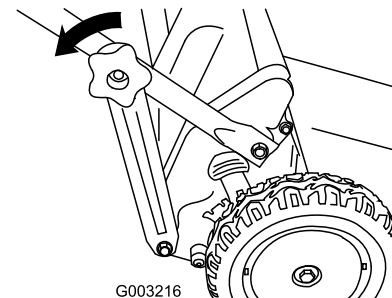

Bild 15
1. Nehmen Sie die Handräder des unteren Griffs ab, mit denen die unteren Griffenden an den Griffhalterungen befestigt sind (Bild 15).